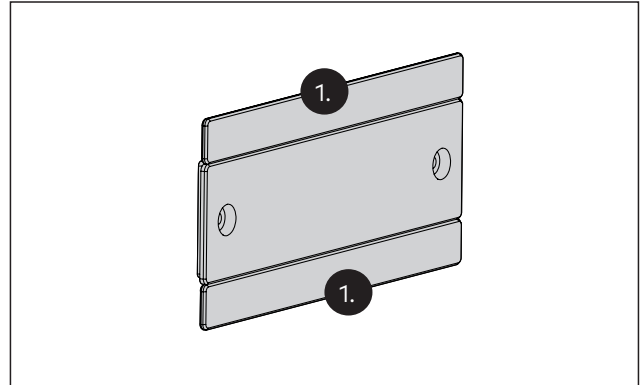

Abb. 30 Die Laschen der Abdeckkappe abbrehen
1. Bei Aufwand- und Aufglas-Montage, die Laschen an der Abdeckkappe an beiden Seiten abbrehen (Abb. 30).